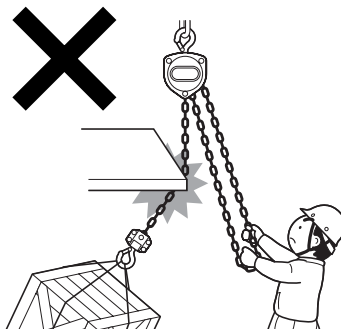

図7
(20)ロードチェーンを鉄板等の角に当てて操作しないでください。図7